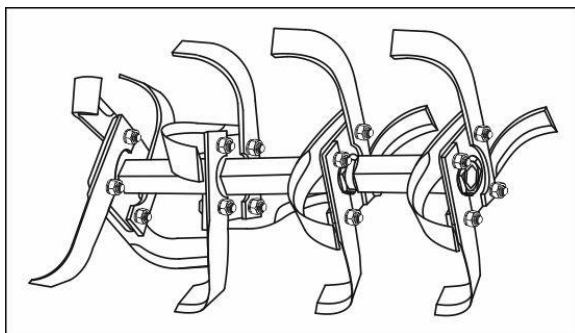

Рисунок 5.9 – Ґрунтофреза у зборі, модель МБ 2070Б
7. Скласти інші сегменти ротора ґрунтофрези (див. рис. 5.9). Складання лівої половини ґрунтофрези здійснюється аналогічно, урахуванням напрямку обертання ротора.